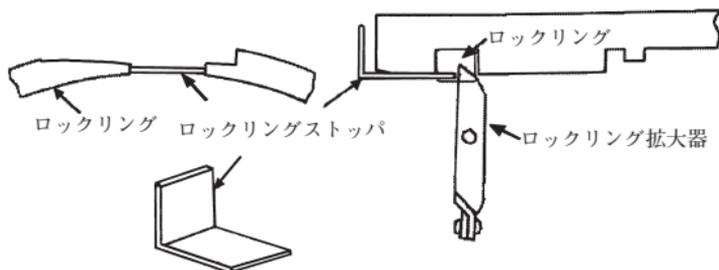

図62 ロックリングの拡大
- (2) ロックリングを受口の溝に預け入れたままの状態では挿し口の挿入ができないので、ロックリング拡大器を用いてロックリング全周が図62のように受口に収まるようにする。